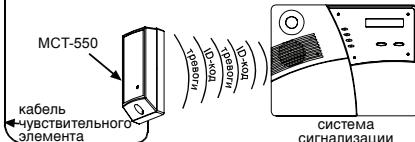

Рис. 1 - Применение датчика МСТ-550
B. Закрепите кабель и чувствительный элемент на стене с помощью трех хомутов. Один из хомутов должен закрепляться сразу над чувствительным элементом. Сам чувствительный элемент должен быть установлен **строго в вертикальном положении и смотреть вниз**. Остальные хомуты могут использоваться при необходимости (см. рис. 1 и 3).